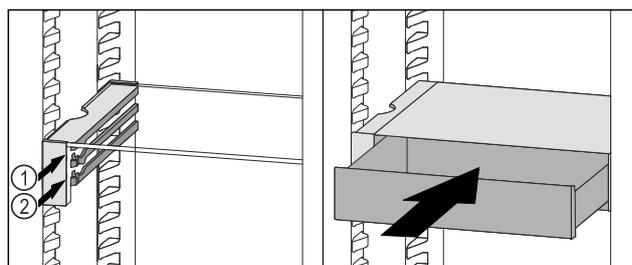

Fig. 59
- ▶ Placer le tiroir VarioSafe derrière les butées sur la nervure désirée Fig. 59 (1) ou Fig. 59 (2).